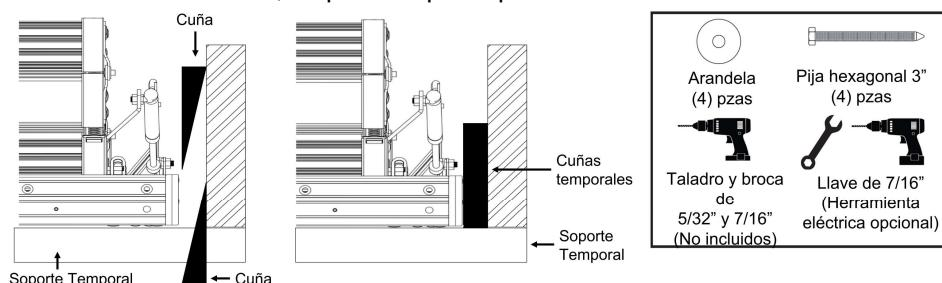
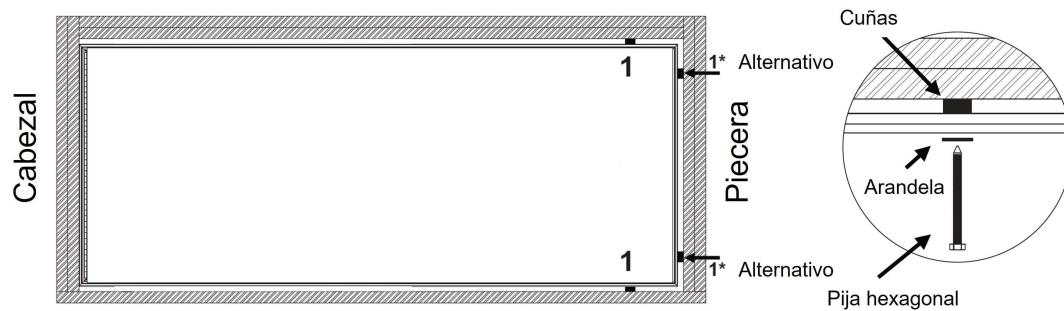
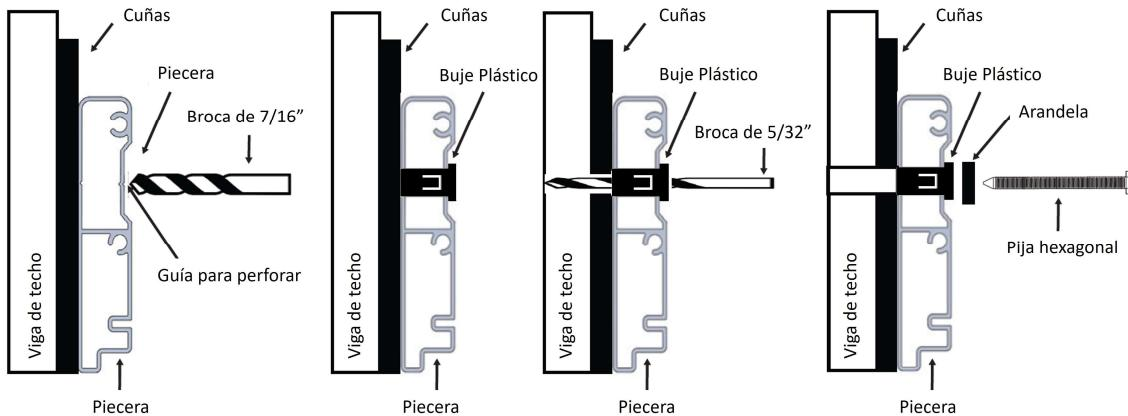

FIGURA 16 : COLOCACIÓN DE CUÑAS EN MARCO LATERAL
FIGURA 17 : PERFORANDO Y ASEGURANDO PUNTOS DE FIJACION EN MARCO LATERAL
FIGURA 18: INSTALACIÓN ALTERNATIVA (VER NOTA EN SECCIÓN N)
N. Instalador #1 y #2: Coloque cuñas desde arriba y desde abajo (ver **Figura 16**) en los 2 orificios pretaladrados en la posición 1 indicados en la **Figura 17**. Las cuñas deben brindar un soporte uniforme para que el marco de aluminio no se tuerza ni se doble. Taladre orificios guía de 5/32" de diámetro por 3" de profundidad en la viga del techo a través de los bujes plásticos de la posición 1, en cada lado. Instale las dos pijas hexagonales para asegurar la escalera del ático.
Si se usan las posiciones alternativas. Taladre 2 orificios con una broca de 7/16" desde el interior de la escalera **solo a través del perfil de la piecera de aluminio** (Ver la **Figura 18**) y céntrelos en el lugar donde colocó las cuñas en la piecera en la Sección J. **En este punto, las cuñas de la piecera se convertirán en una parte permanente necesaria de la instalación.** Posteriormente, instale bujes plásticos siguiendo los mismos pasos que en la Sección B. Ver la **Figura 17 y Figura 18**. A continuación, taladre orificios de 3" de profundidad a través de los bujes plásticos, las cuñas y las vigas del techo. Finalmente, instale dos pijas hexagonales y dos arandelas en cada ubicación de la piecera para asegurar la escalera del ático. (Ver **Figura 18**)